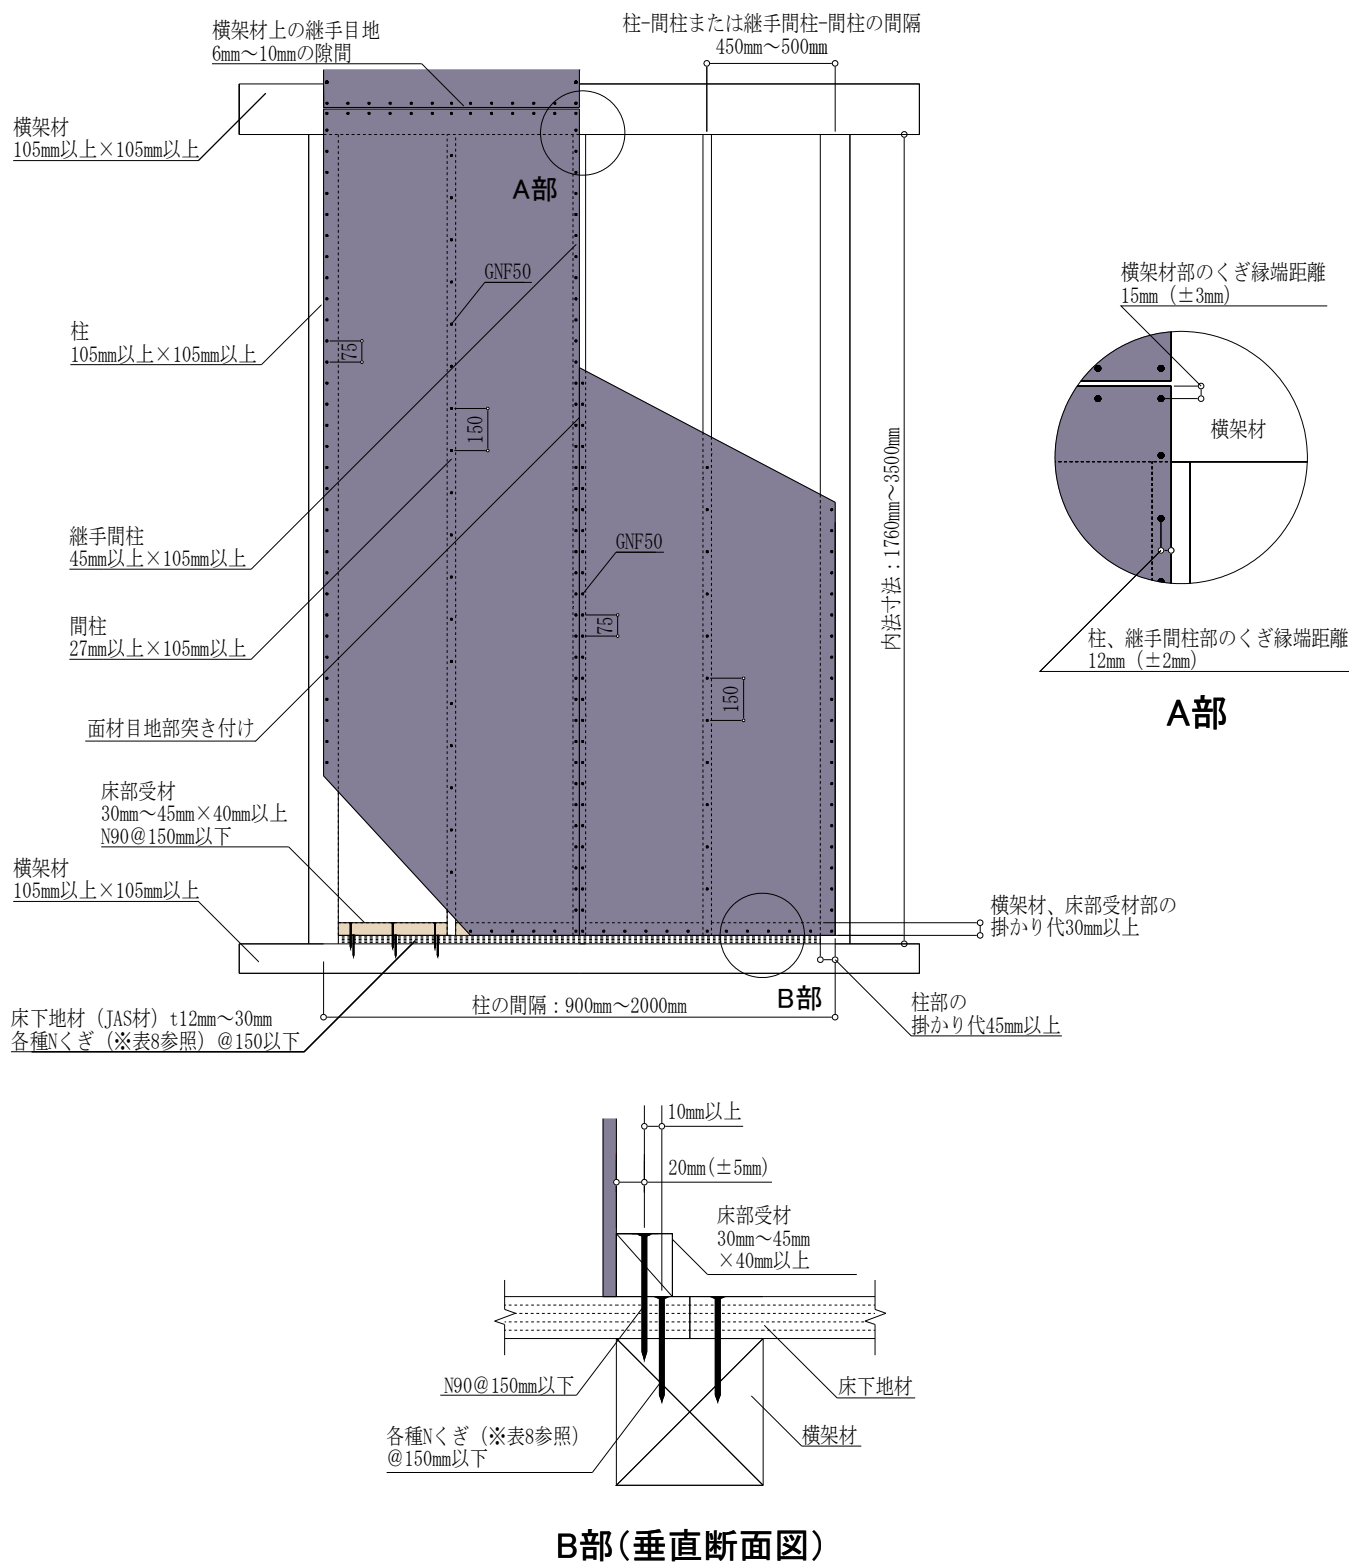

図7 床勝ち仕様 (FRM-0717 : 2.7 倍) 施工概略図 (2P の場合)
施工においては、図7および注意事項に記載の内容を遵守してください。
- ・タイガーEX プログレは、原則 1 枚張りとし、縦継ぎ張りについては、P25「⑧縦継ぎ張りについて」をご確認ください。
- ・図 7 は 2P の施工例となっておりますが、1P の場合も耐力壁とできます。